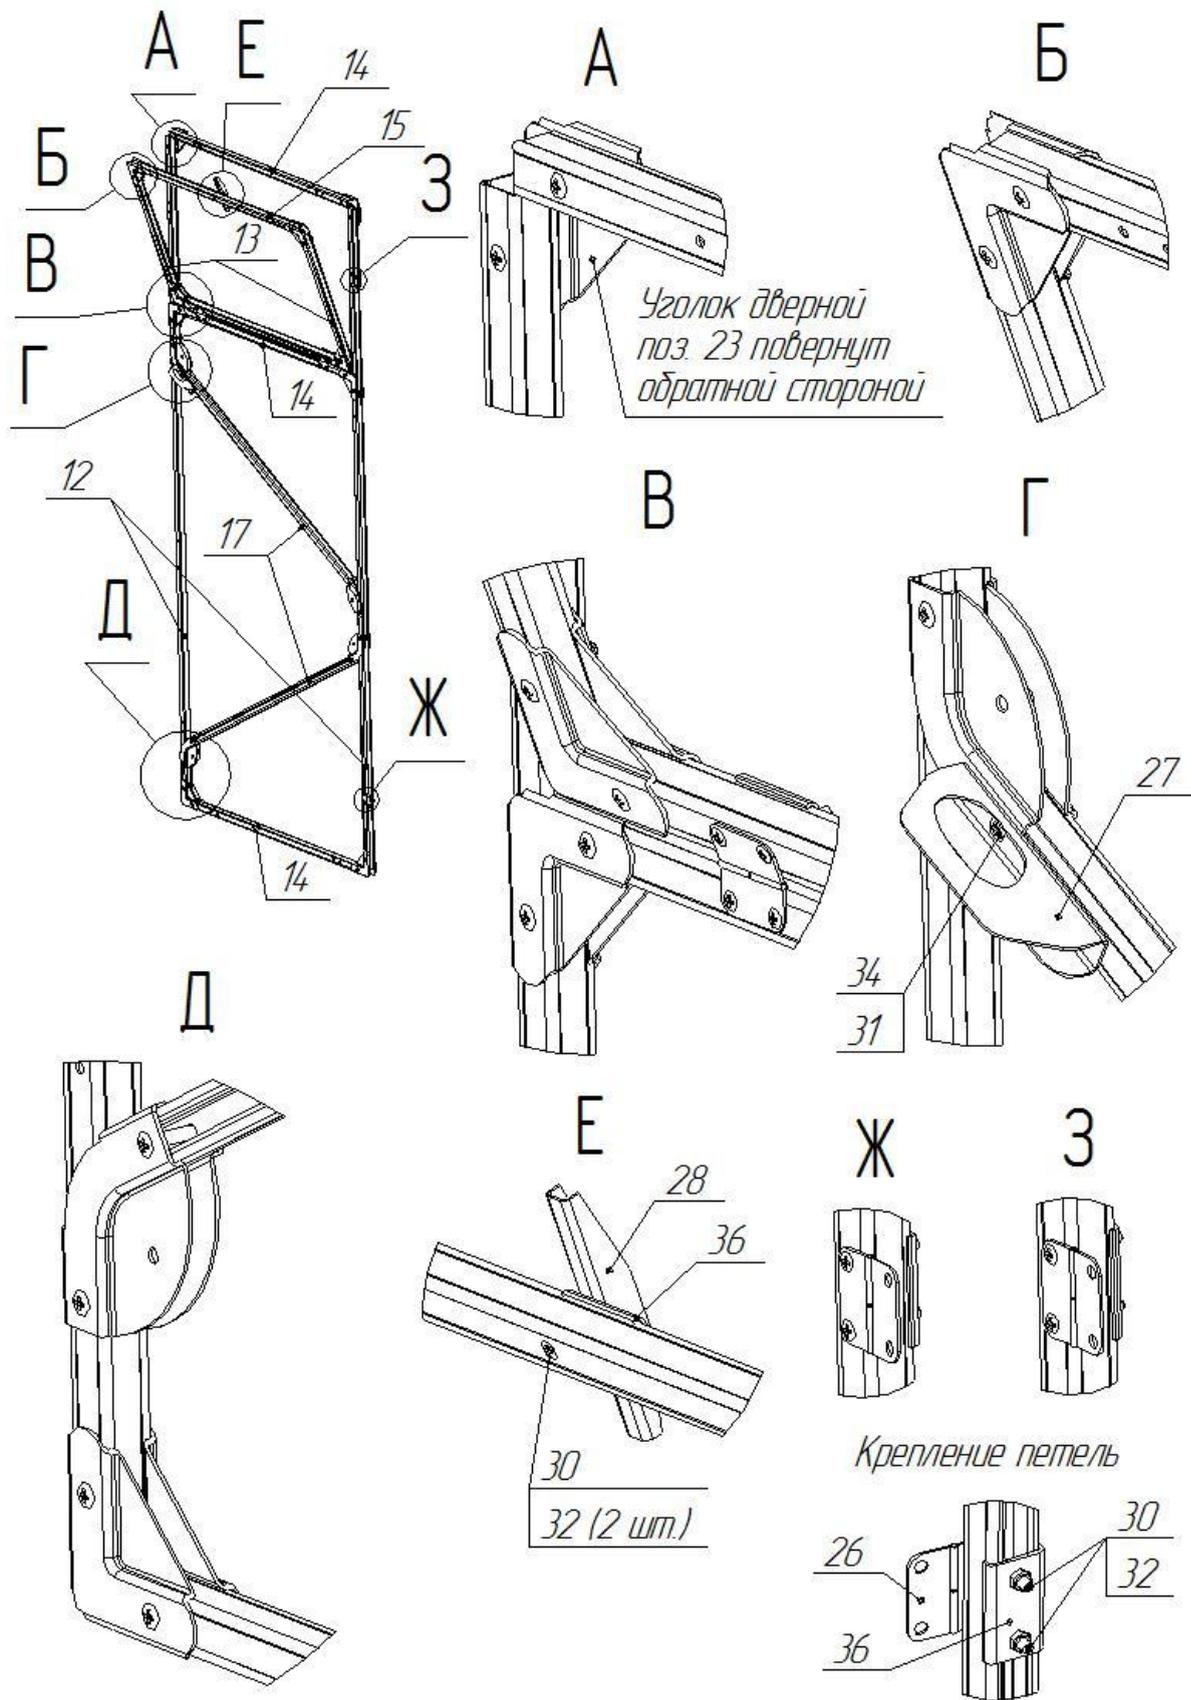

Рис. 6
6.5 Соберите каркасы дверей с форточками (рис.6). **Не забывайте, что расположение стоек двери, имеющих отверстия под установку петель должно соответствовать расположению стойки дверного проема также имеющей отверстия под навеску.**
6.7 Установка вертушков на двери производится после крепления поликарбоната в любом удобном месте, вертушки на форточки крепятся к детали 15 рис. 6(Е). (вертушки устанавливаются при помощи винта М4х30 и двух гаек).